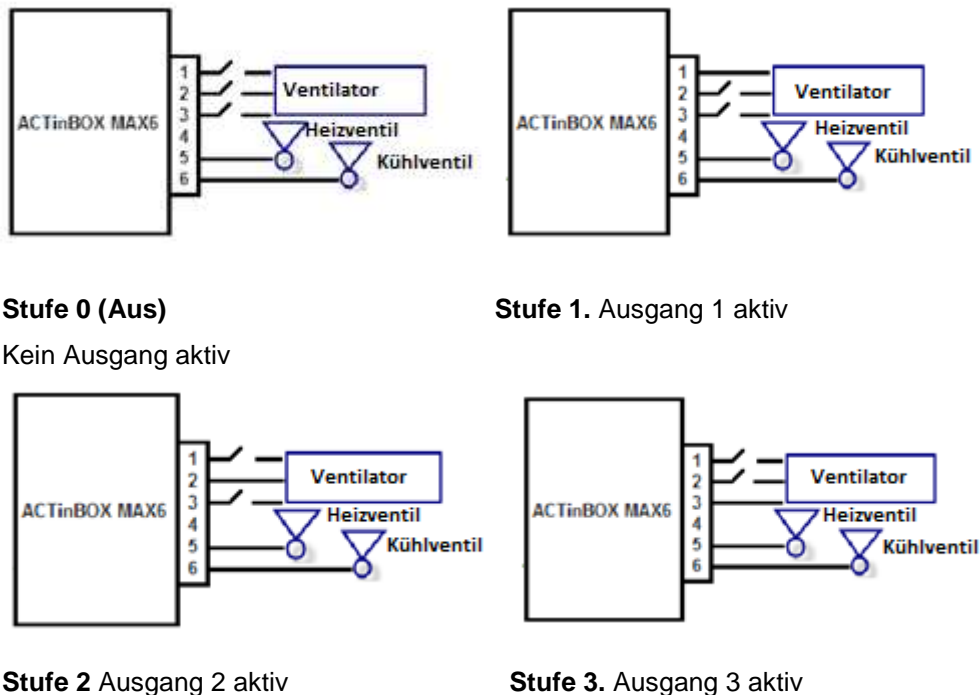

Bild 3.5 Geschwindigkeitsregelung durch Wechselschaltung
- **Wechselschaltung** (nur 1 Relais eingesch.): Es ist nur der zur aktiven Ventilatorstufe zugehörige Ausgang aktiv. Siehe Bild 3.5.